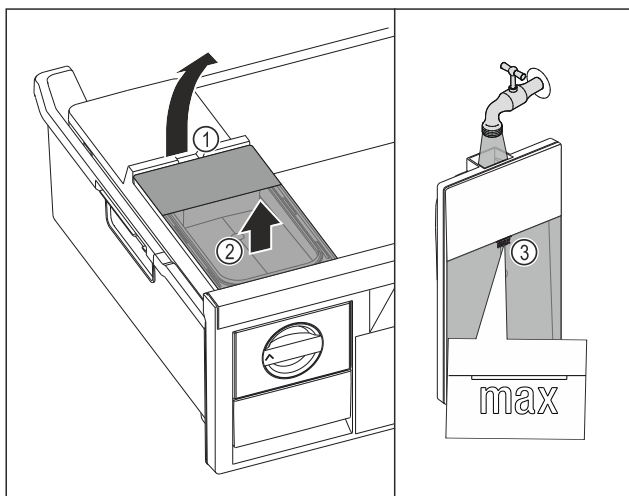

Fig. 103
- ▶ Watertank aan de uitsparing Fig. 103 (1) optillen.
- ▶ Watertank naar boven toe verwijderen. Fig. 103 (2)
- ▶ Watertank tot de markering Fig. 103 (3) vullen met drinkwater.